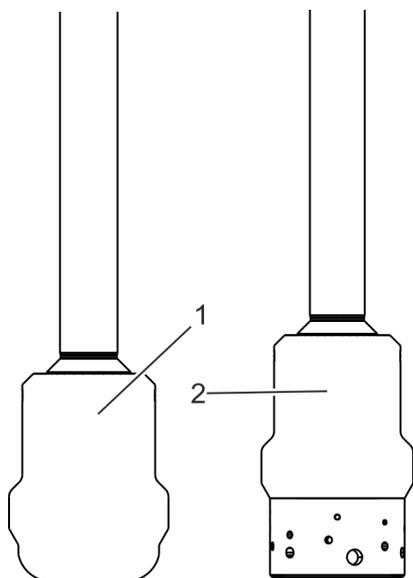

Fig. 8: Cône de réglage et cône de régulation
- Cônes de réglage (Fig. 8/1) ou de
- Cônes de régulation (Fig. 8/2)
Le cône de réglage (Fig. 8/1) est utilisé lorsqu'une vanne est utilisée pour l'ouverture/la fermeture.
Le cône de régulation (Fig. 8/2) est utilisé lorsqu'une vanne est utilisée pour réguler le débit massique.